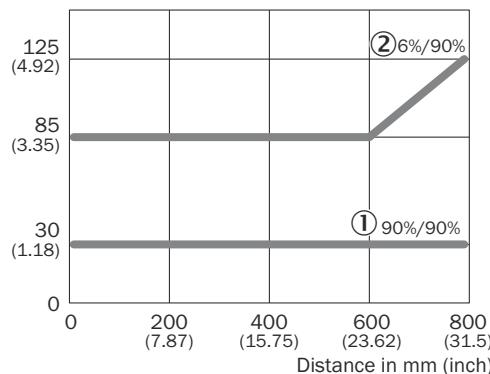

Figura 5: Distancia mínima entre el objeto y el fondo
5. Observar la distancia de comutación y la distancia respecto al objeto o al fondo, así como la capacidad de remisión del objeto. véase figura 5, página 45